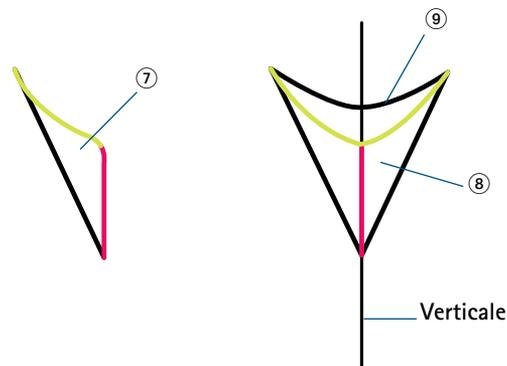

FIG. 2
- ⑦ Recopier sur une autre feuille le petit triangle qui s'est formé pendant la construction (fig. 2).
- ⑧ Placer le triangle obtenu sur une verticale, puis le retracer « en miroir » (la ligne verticale sera le droit-fil pendant la coupe du tissu).
- ⑨ Pour obtenir plus d'aisance sous le bras, diminuer le creux de la courbe du soufflet.
- ⑩ Si la largeur du soufflet est insuffisante, cela réduit l'ampleur des mouvements lorsque les bras sont levés. Dans ce cas, on peut élargir le soufflet, mais en respectant la longueur de la fente sur l'emmanchure. En revanche, si la largeur du soufflet est très importante, le soufflet et la couture sont visibles sous le bras.